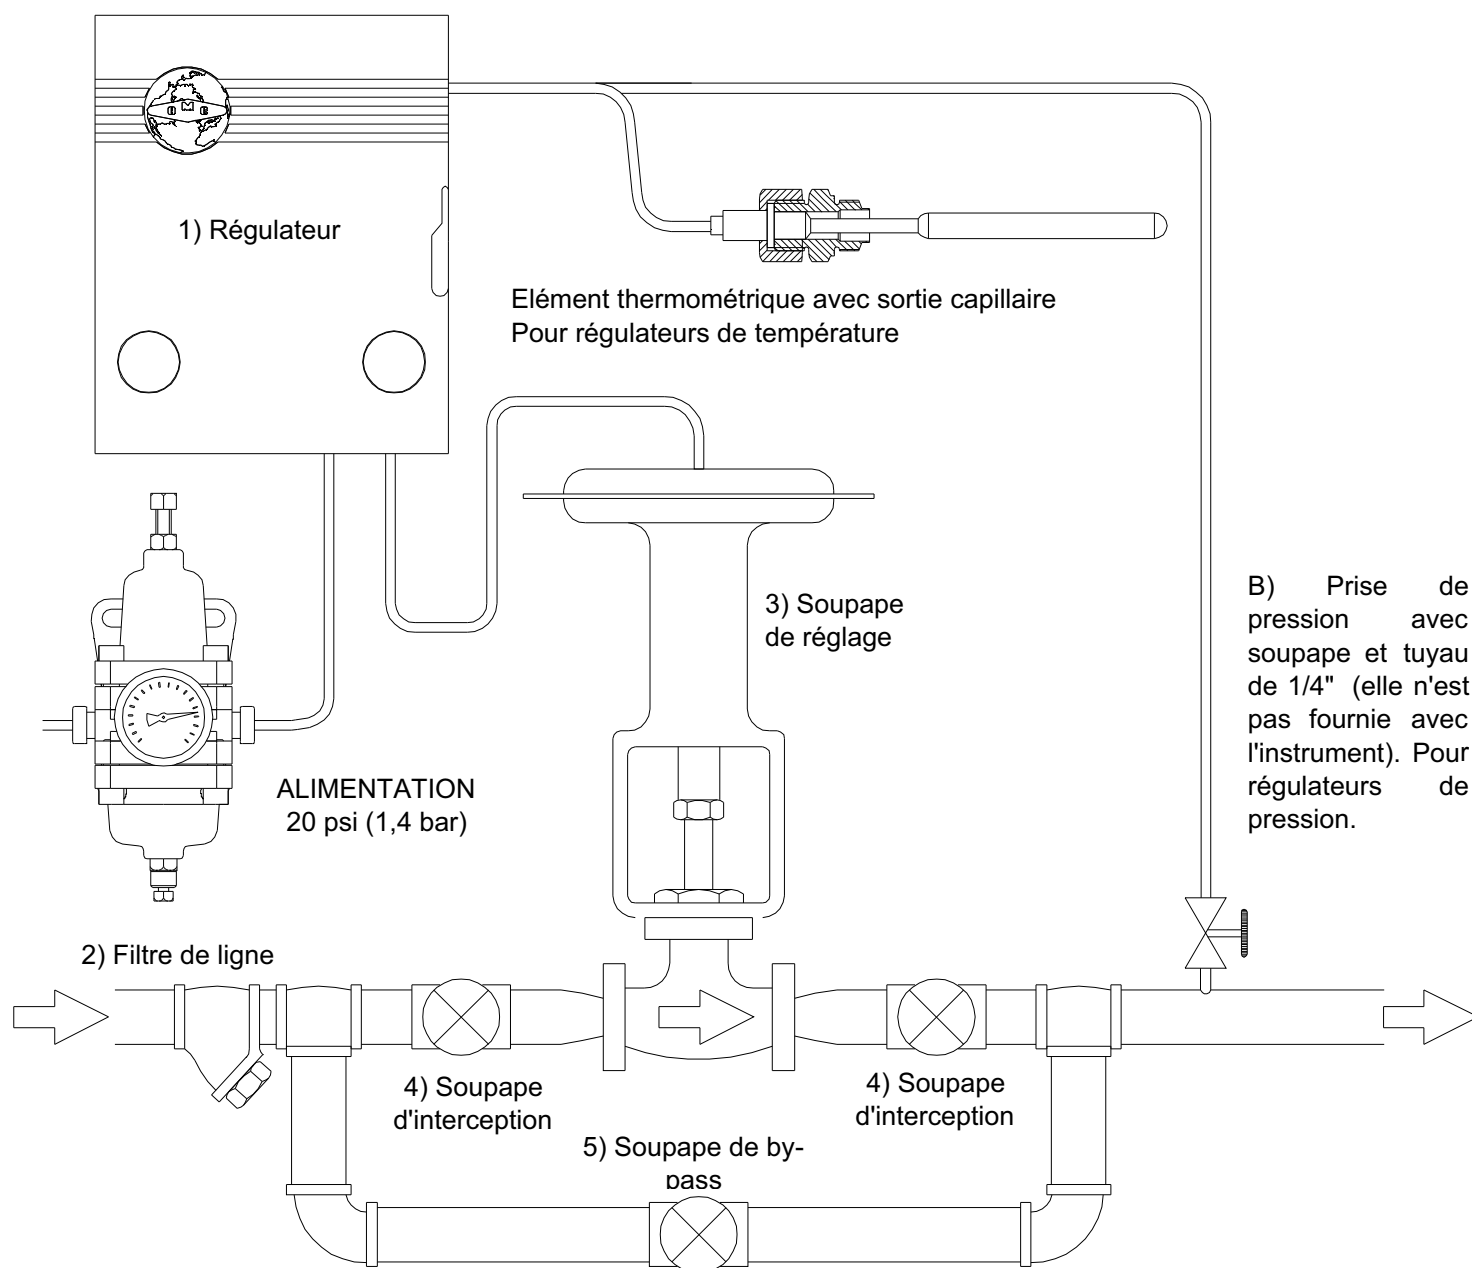

Fig. 10.2.1 "RACCORDEMENT AVEC SOUPE DE REGLAGE"
## 10.2. RACCORDEMENT AVEC LA SOUPEPE DE REGLAGE (Fig. 10.2.1)
**C** - Ouvrir complètement les soupapes d'interception placées en aval de la soupape de réglage en s'assurant que la soupape de by-pass soit fermée; (voir Fig. 10.2.1)
**C** - Tourner la bande proportionnelle (10) à 0% en s'assurant que l'action de l'instrument soit correcte (DIRECT = signal de sortie directement proportionnel au variable réglé ; REVERSE = signal de sortie inversement proportionnel au variable réglé).
**D** - Si la soupape de réglage (3) est équipée d'un by-pass (5), contrôler qu'elle soit bien fermée et que la soupape d'interception en aval (4) soit complètement ouverte (voir Fig.10.2.1).
**E** - Ouvrir lentement et complètement la soupape d'interception en amont de la soupape de réglage (4.Fig. 10.2.1).
**C** - Tourner la bande proportionnelle (10) à 20% en s'assurant que l'action de l'instrument est celle demandée (DIRECT = signal de sortie directement proportionnel au variable réglé; REVERSE = signal de sortie inversement proportionnel au variable réglé).
**E** - Ouvrir lentement et complètement la soupape d'interception en amont de la soupape de réglage ( 4 Fig. 10.2.1).
**H** - Il arrive souvent que la plume écrivante ne coïncide pas avec l'indicateur rouge de la valeur désirée. Pour éliminer l'écartement, tourner légèrement et manuellement le collier pour remettre à l'état initial (14).
**C** - En agissant de nouveau sur la poignée de "Set-Point" (25), placer l'indicateur rouge (22) du régulateur sur la valeur désirée.
**D** - Tourner la bande proportionnelle (10) de 20% en s'assurant que l'action de l'instrument est celle demandée (DIRECT = signal de sortie directement proportionnel au variable réglé; REVERSE = signal de sortie inversement proportionnel au variable réglé).
**E** - Si la soupape de réglage (3) est équipée d'un by-pass (5), contrôler qu'elle soit bien fermée et que la soupape d'interception en aval (4) soit complètement ouverte (voir Fig.10.2.1).
**F** - Ouvrir lentement et complètement la soupape d'interception en amont de la soupape de réglage (4 Fig. 10.2.1).
**I** - Il arrive parfois que la plume écrivante ne coïncide pas avec l'indicateur rouge de la valeur désirée. Pour éliminer l'écartement, ouvrir la soupape (48) de l'action intégrale jusqu'à superposition des indicateurs et causer une perturbation artificielle en déplaçant rapidement l'indicateur rouge de Set-Point, si la plume écrivante commence à balancer, fermer lentement la soupape (48) jusqu'à l'amortissement de l'oscillation et la superposition des deux indicateurs. Causer de nouveau une perturbation et vérifier l'oscillation de l'indicateur noir et, en cas de besoin, agir de nouveau sur la soupape (48) et renouveler le contrôle.
**D** - En agissant de nouveau sur la poignée de "Set-Point" (25), placer l'indicateur rouge (22) du régulateur sur la valeur désirée.
**E** - Tourner la bande proportionnelle (10) de 20% en s'assurant que l'action de l'instrument est celle demandée (DIRECT = signal de sortie directement proportionnel au variable réglé; REVERSE = signal de sortie inversement proportionnel au variable réglé).
**F** - Si la soupape pneumatique (3) est équipée d'un by-pass (5), contrôler qu'elle soit bien fermée et que la soupape d'interception en aval (4) soit complètement ouverte (voir Fig.10.2.1).
**G** - Ouvrir lentement et complètement la soupape d'interception en amont de la soupape ( 4 Fig. 10.2.1).